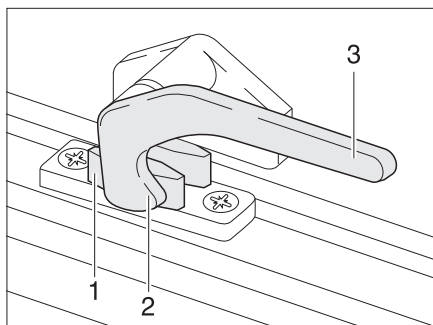

Fig. 34 Levier de verrouillage en position "Fermé"
- Tourner le levier de verrouillage (Fig. 34,3) d'un quart de tour vers le centre de la fenêtre.
- Tourner le levier de verrouillage (Fig. 34,3) d'un quart de tour vers le cadre de la fenêtre. Le tenon de verrouillage (Fig. 34,2) se trouve sur le côté intérieur du verrouillage de fenêtre (Fig. 34,1).
- En position "Fermé" (Fig. 34)